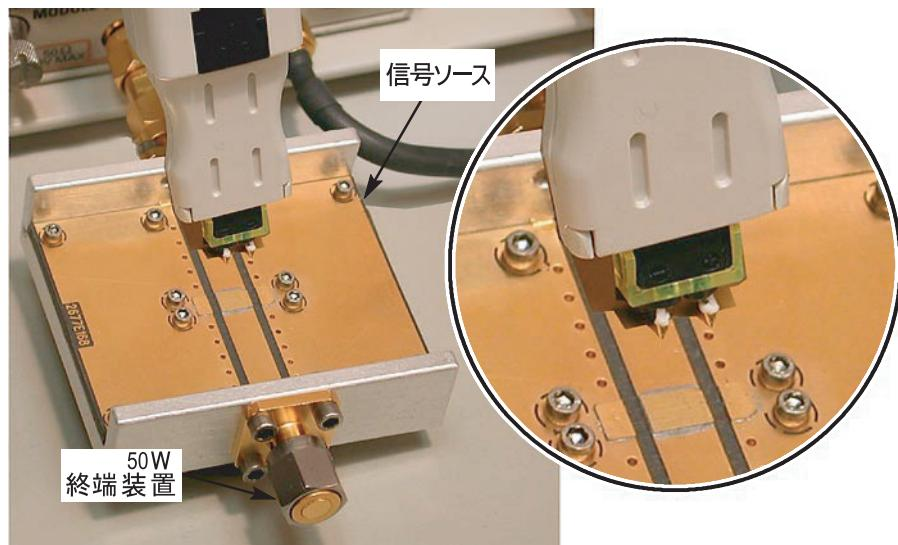

図 15：ハンドヘルド・アダプタと校正アダプタ
14. 36 ページの図 15 に従って、プローブ入力をプローブ校正アダプタに接続します。TDR 機能がまだアクティブであることを確認します。